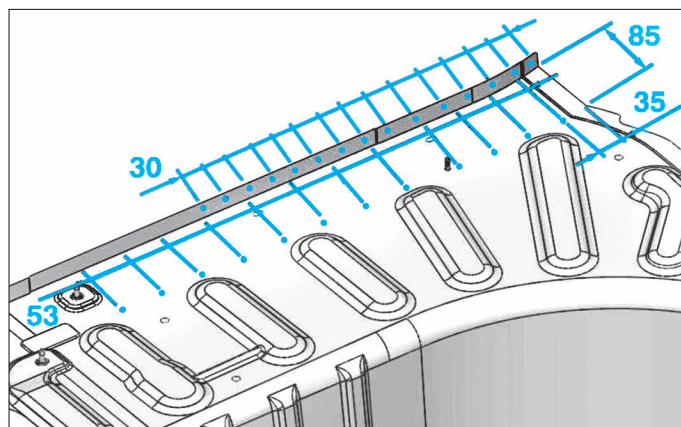

FIG. 103
- Percer les 27 trous de Ø 6,5 (Fig.103).